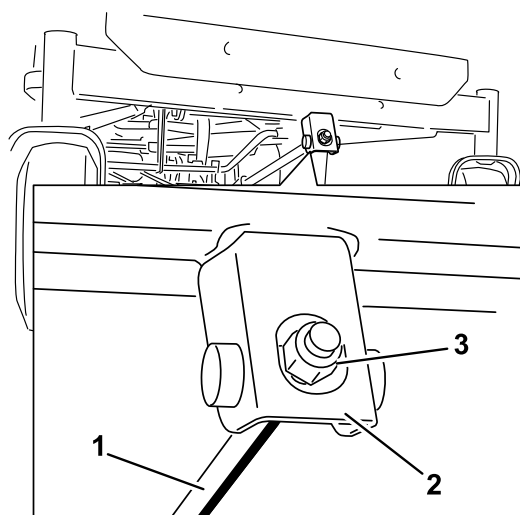

Figure 52
6. Pour régler l'inclinaison avant/arrière des lames, tournez l'écrou de réglage à l'avant du tablier de coupe (**Figure 52**).